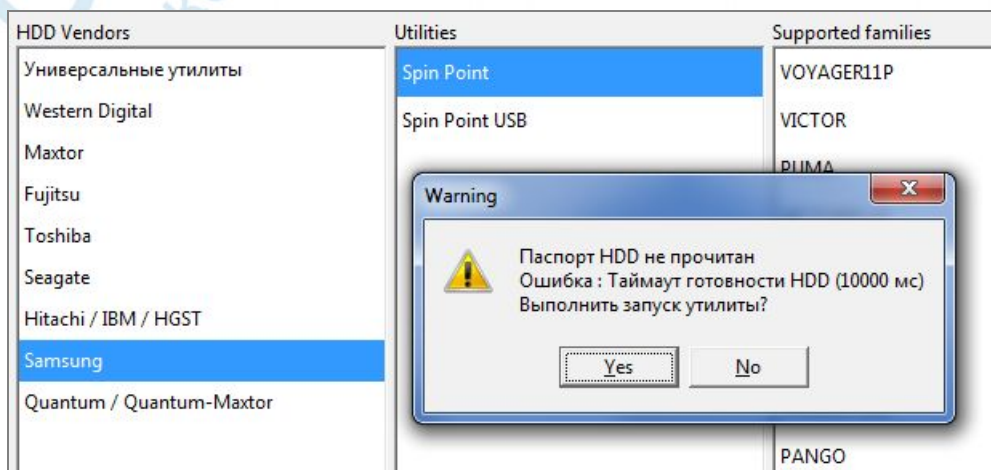

Рис. 8.1.
- ◆ На предложение выполнить запуск утилиты ответьте утвердительно (Рис. 8.1).